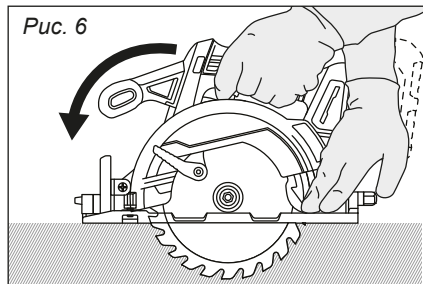

Рис. 6
2. Поднимая или опуская основание пилы, установите нужную глубину пропила (рис. 6).